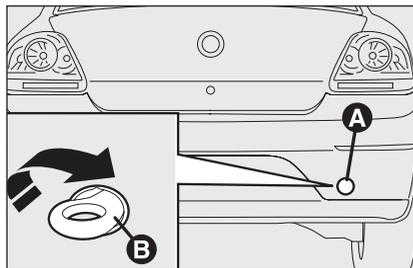

Рис. 43
- всуньте кільце (рис. 43) у вушко серги.